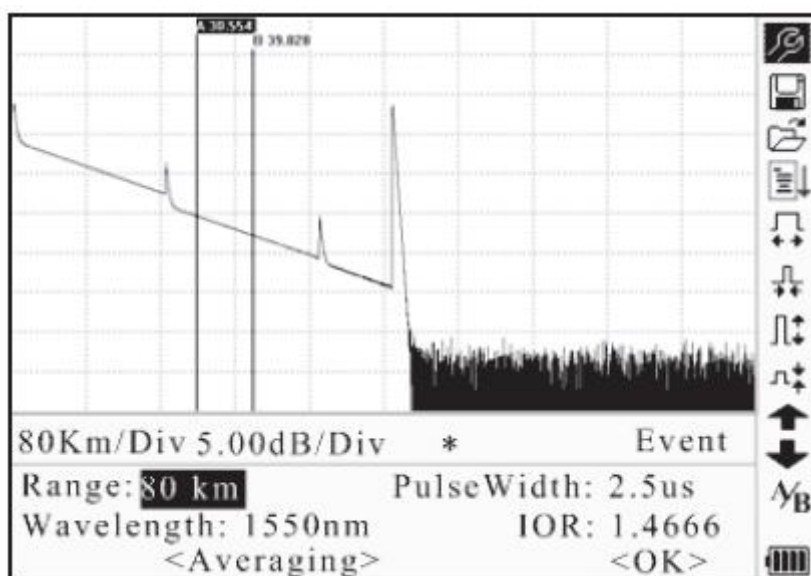

Рисунок 4-9. Переключение измерения во время тестирования в режиме реального времени
2. С помощью кнопок ◀ и ▶ выберите параметр, который следует изменить (рисунок 4-9), затем нажмите кнопку Enter.